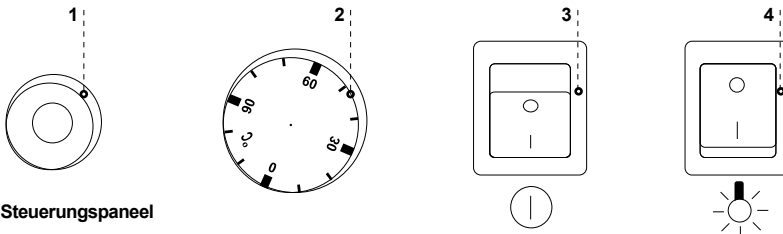

Abb.3 Steuerpaneel
- Hauptschalter drücken Abb.3/3 (S.15), wodurch die Heizelemente der Bein-Marie-Wanne eingeschaltet wird
- Mit dem Drehschalter der Regelung Abb.3/2 (S.15) die gewünschte Temperatur einstellen
- Schalter für Beleuchtung drücken Abb.3/4 (S.15)
Das Bain-Marie ist mit einer mechanischer Temperaturregelung ausgestattet. Die Temperaturfühler befindet sich in Bain-Marie-Wanne. Mit dem Drehschalter Abb.3/2 (S.15) für die Temperaturregelung kann die gewünschte Wassertemperatur in der Wanne eingestellt werden, indem der Drehschalter gedreht wird und in einer angemessener Stellung eingestellt wird. Durch das Drehen des Schalters im Uhrzeigersinn wird die eingestellt Temperatur erhöht, und durch das Drehen gegen Uhrzeigersinn wird diese abgemindert. Die Verdrehung des Drehschalter in die Endstellung führt zum Ausschalten der Heizelemente, obwohl die Versorgung eingeschaltet ist.